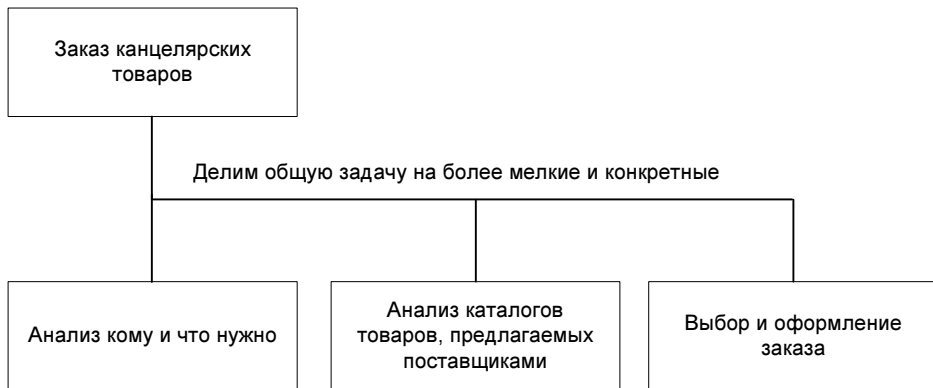

Рис. 1.18. Пример использования метода "Разработка сверху вниз" для разработки плана
1. **Разработка сверху вниз** — при данном подходе сначала выделяется главная задача, потом она делится на более мелкие, те в свою очередь еще на более мелкие и так до того момента, пока план не будет составлен. Главное правило, которое нужно использовать, чтобы вовремя остановиться, заключается в следующем: задача должна быть такой, чтобы ее можно было оценить по времени выполнения, назначить ей ресурсы, а также довести до конечного исполнителя (рис. 1.18). Например, у вас существует задача "Заказ канцелярских товаров", проработав ее более детально, мы получим 3 небольшие задачи: "Анализ кому и что нужно", "Анализ каталогов товаров, предлагаемых поставщиками", "Выбор и оформление заказа". Таким образом, сразу решается вопрос с точным определением сроков и стоимости каждой работы в отдельности.